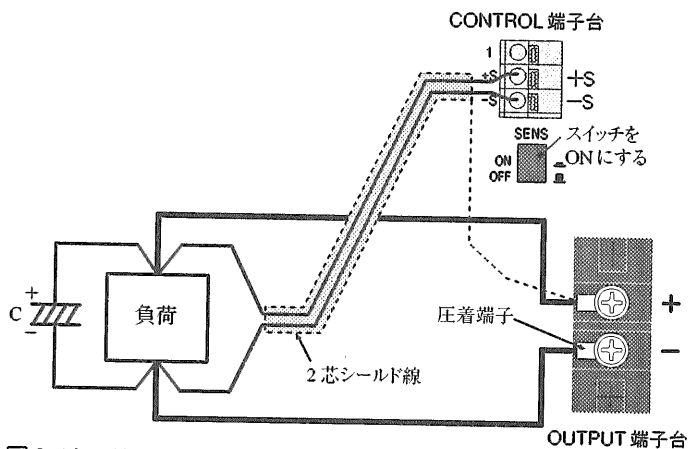

図 3-4A リモートセンシングの接続
- ① OUTPUT スイッチを OFF にします。
- ② POWER スイッチを OFF にします。
- ③ 図 3-4A のように、+S 端子と負荷端の+（正）間、および-S 端子と負荷端の-（負）間を接続します。